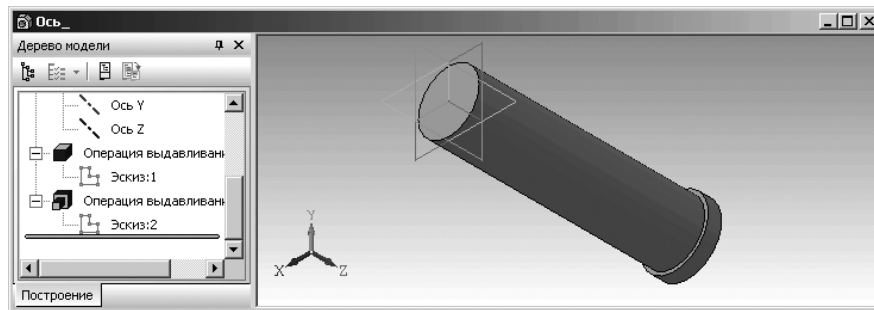

Рис. 1.70. Модель стержня оси с буртиком в изометрическом виде
- нажмите клавишу Backspace (Пробел) и два раза клавишу перемещения со стрелкой вправо. Это обеспечит поворот модели на  $90 \times 2 = 180$  градусов в горизонтальной плоскости, перпендикулярной плоскости экрана. Искомый торец стержня оси станет видимым (рис. 1.70);